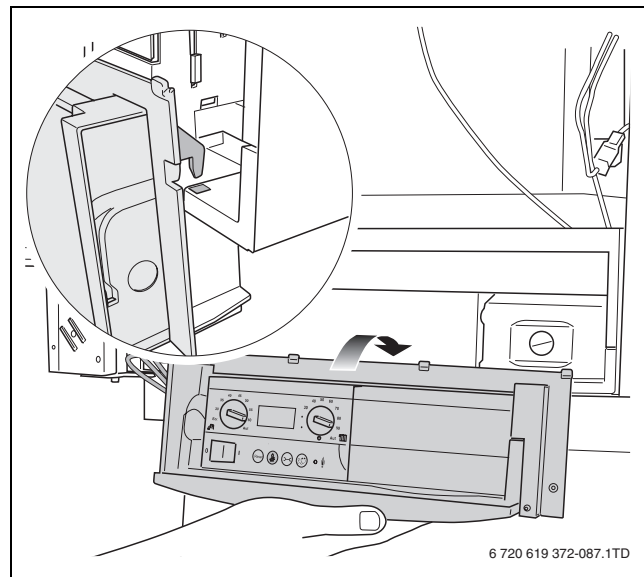

Fig. 101 Agganciare il pannello di servizio al telaio della caldaia
- Agganciare il pannello di servizio alla caldaia, utilizzando i 2 ganci (→ fig. 101).